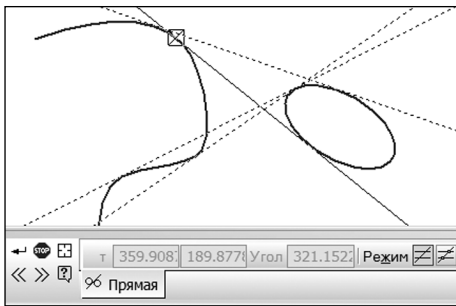

Рис. 10.12. Команда «Прямая, касательная в 2 кривым»
- Кнопка **Прямая, касательная в 2 кривым**  предназначена для построения касательных прямых (касательно к 2 кривым) с возможностью строить или не строить точки на пересечениях других геометрических объектов с помощью кнопок  . Для построения касательной прямой необходимо последовательно указать 2 разных кривых, по которым будет строиться эта касательная прямая. В некоторых случаях программа может предложить несколько вариантов построения касательной прямой (рис. 10.12). Для выбора одного из них или всех вместе необходимо использовать кнопки **Предыдущий** или **Следующий** объект $\ll \gg$ или, указывая мышкой на каждый нужный вариант, нажимать левую кнопку мыши.